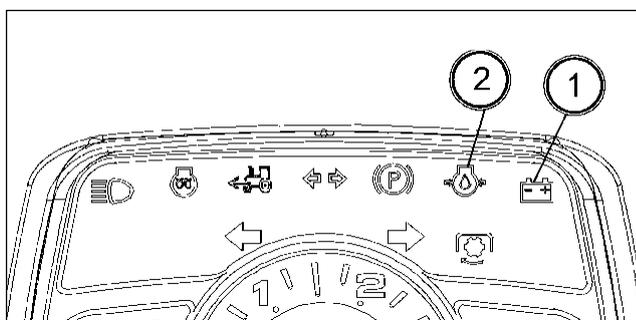

FIG. 62
FIG. 62: Las luces testigo de batería (1) y de presión de aceite de motor (2) situadas en la hilera de los testigos deben apagarse cuando el motor arranca. Si uno de estos testigos sigue encendido, PARE INMEDIATAMENTE EL MOTOR y busque la causa del problema.